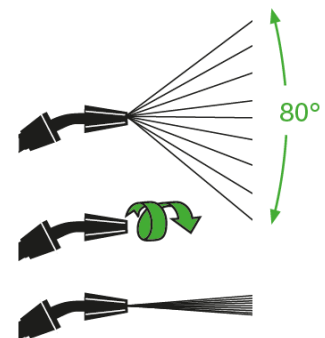

Fig. 3
- Regolare il getto di spruzzo ruotando l'ugello di spruzzo (8). Fare riferimento alla Fig. 3.